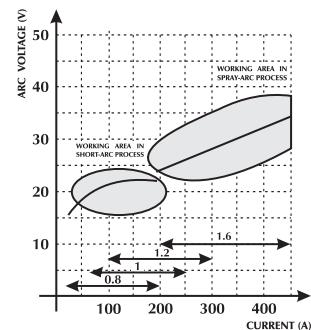

Fig. 2 Diagram for valg av beste arbeidskarakteristikk.
- Matehastigheten er proposjonal med sveisestrommen. I Fig. 2 og 3 blir forholdet mellom de ulike sveiseparametrene vist.